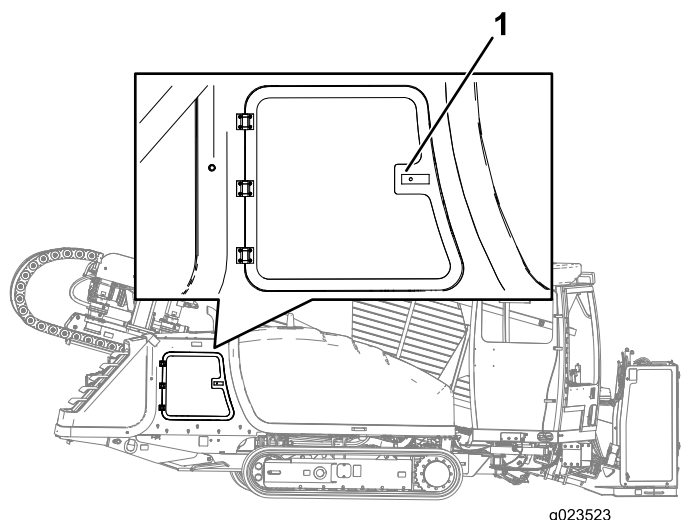

Рисунок 69
- Нажмите на левую сторону ручки панели и потяните панель для открывания, когда ручка будет отпущена (Рисунок 69).